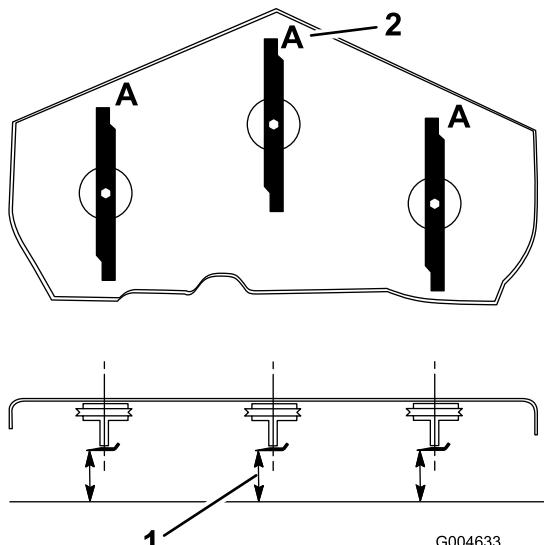

Figura 20
3. Gire las cuchillas hasta que los extremos estén orientados hacia adelante y hacia atrás (Figura 20). Mida desde una superficie nivelada hasta el filo de corte, posición A, de las cuchillas (Figura 20). Anote esta dimensión.